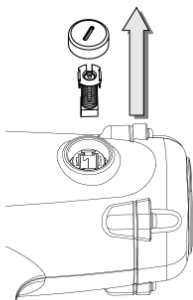

Рис. 4
- Извлеките угольную щетку (см. рис. 4).